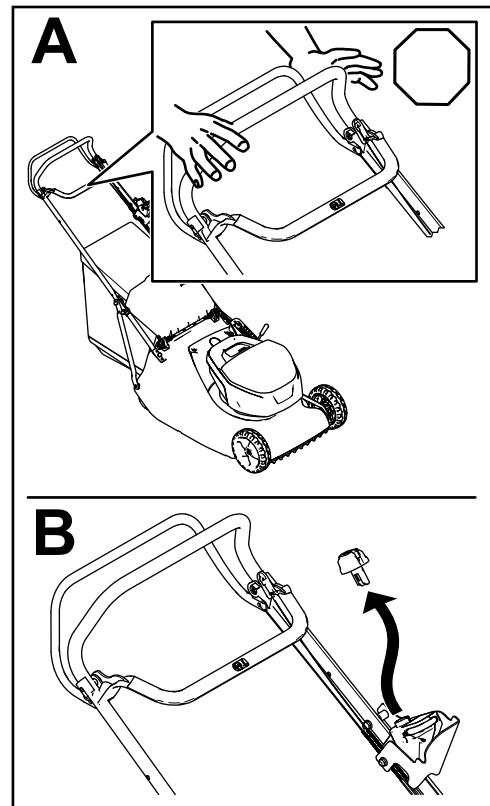

Figure 21
1. Relâchez la barre de commande de la lame (A de la Figure 21).
2. Retirez le bouton de démarrage électrique de l'interrupteur de démarrage électrique (B de Figure 21).